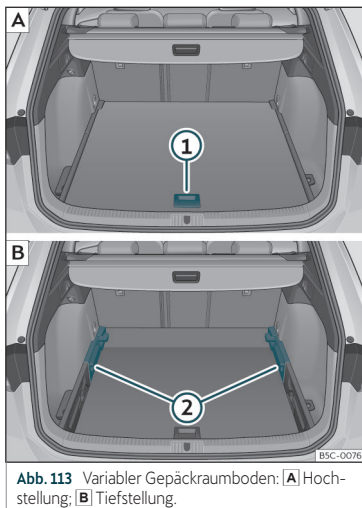

Abb. 113 Variabler Gepäckraumboden: **A** Hochstellung; **B** Tiefstellung.
- Um von der niedrigen in die hohe Position überzugehen, heben Sie den Boden am Haltegriff »» **Abb. 113** ① an und ziehen Sie ihn nach hinten, bis der vordere Teil des Bodens vollständig über den Halterungen »» **Abb. 113** ② liegt.
- Den Gepäckraumboden nun bis zum Anschlag an den Rücksitzlehnen nach vorne schieben und mit Hilfe des Haltegriffs ① absenken.
- Um von der hohen in die niedrige Position überzugehen, heben Sie den Boden am Haltegriff »» **Abb. 113** ① an und ziehen Sie ihn nach hinten, bis der vordere Teil des Bodens
vollständig über den Halterungen »» **Abb. 113** ② liegt.
- Den vorderen Teil auf den Boden absenken und diesen bis zum Anschlag an den Rücksitzlehnen nach vorn verschieben und dabei den Boden gleichzeitig mit Hilfe des Haltegriffs ① absenken.
- Bei einem variablen Boden in hoher Position diesen am Haltegriff anheben »» **Abb. 113** ①, daran ziehen und in Richtung der Rücksitzlehne bewegen bis der Boden an der Scharnierlinie eingeklappt wird und sich der bewegliche Teil des Bodens auf diesem befindet.